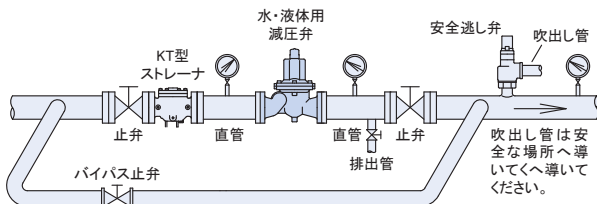

図1. バイパス配管あり
- 運転を止められない装置などの場合、減圧弁の一次側から二次側へのバイパス配管（止弁を設置）を設けてください。（図1. 参照）